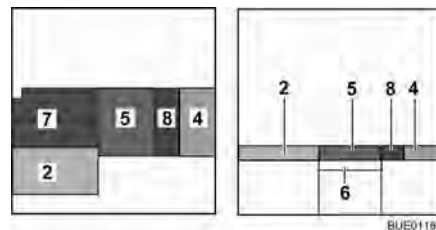

Fig. 116 Después de la transformación
- Extraer la prolongación del armazón de cama (Fig. 116,6).
- Colocar el cojín del asiento (Fig. 116,5) en el centro.
- Colocar el cojín del respaldo (Fig. 116,4) entre el cojín del asiento y la pared.
- Colocar el cojín adicional (Fig. 116,8) entre el cojín del asiento y el del respaldo.